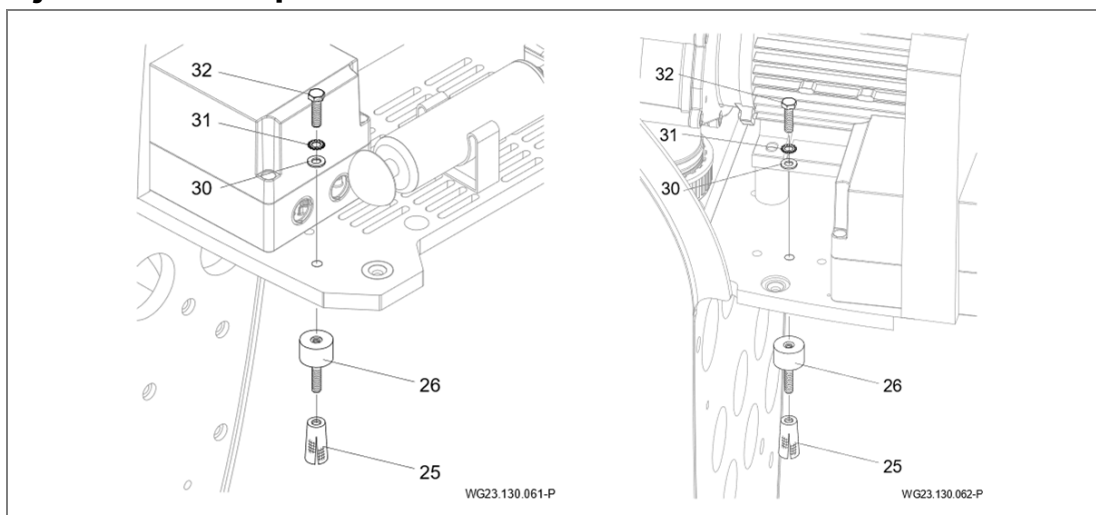

Fig. 6
- ➔ Configurar anclaje tipo expansión de metal (25) y desatornillar dispositivos antivibración. "Fig. 6", página 21 e .
- ➔ Coloque el dispositivo sobre los dispositivos antivibración y fije a través de los tornillos hexagonales (32) con las arandelas dentadas (31) y las arandelas de ajuste (30). "Fig. 6", página 21 e .